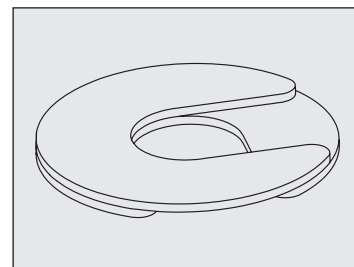

Fig. 10 Installare molteplici zeppe con scanalature equilibrate.
- Se è utilizzata più di una zeppa, assicurarsi che le scanalature delle zeppe siano equilibrate. Si veda la fig. 10
- **NON** utilizzare più di quattro (4) zeppe per rotella orientabile.